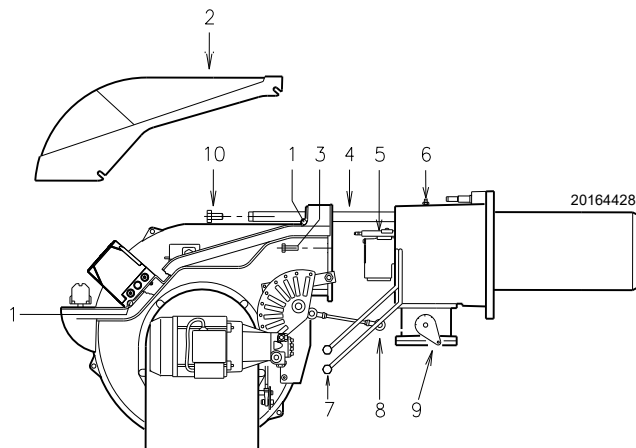

Рис. 42
- Ослабьте винты 1)(Рис. 42) и снимите кожух 2(Рис. 42)
- Отсоедините дизельные шланги 7)(Рис. 42, на стр. 34).
- Отцепите шарнирное соединение 8)(Рис. 42) от градуированного сектора 9)(Рис. 42).
- Снимите винты 10)(Рис. 42) с обеих направляющих 4)(Рис. 42).
- Установите оба удлинителя на направляющие 4)(Рис. 42).
- Установите винты 10)(Рис. 42) на удлинители.
- Снимите винты 3)(Рис. 42) и отведите назад горелку по направляющим 4)(Рис. 42) примерно на 100 мм.
- Теперь можно извлечь внутреннюю часть 5)(Рис. 42) после снятия винта 6)(Рис. 42).
- Установите винты 3)(Рис. 42) и осторожно потяните наружу кабели датчика и электрода, чтобы они слегка натянулись.
- Снова установите шарнир 8)(Рис. 42) на градуированный сектор 9)(Рис. 42).
- Подсоедините дизельные шланги 7)(Рис. 42).
- Снимите два удлинителя с направляющих 4)(Рис. 42) и верните их в исходное положение.